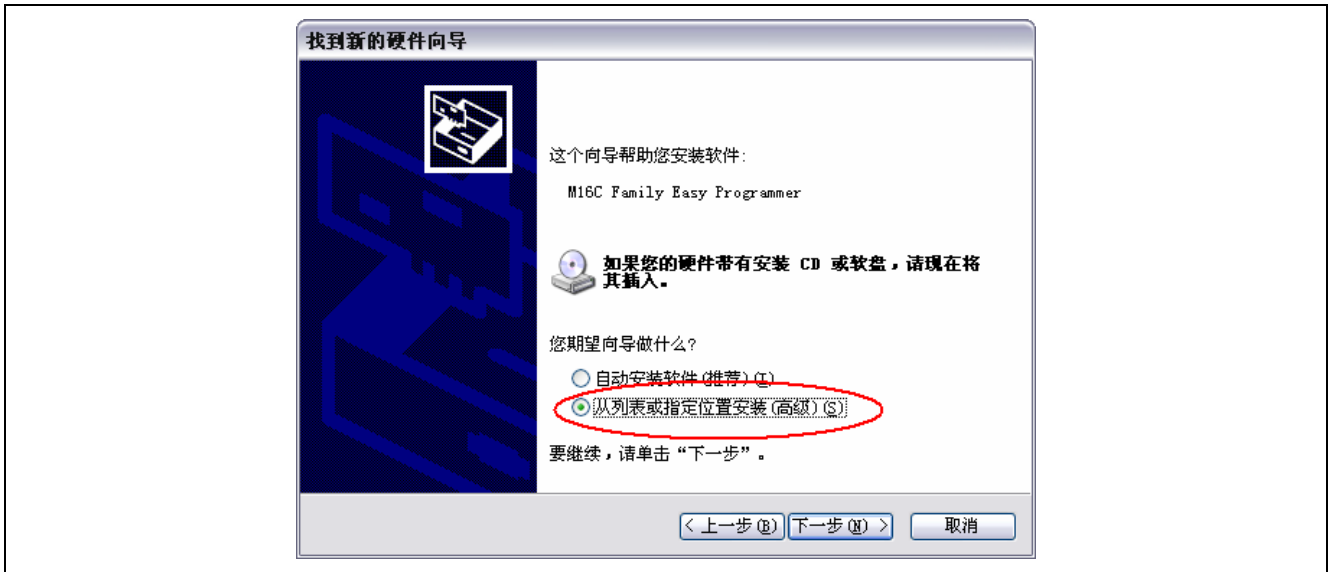

图 3.5 手动指定安装文件
(3) 如图 3.5 所示，选择“从列表或指定位置安装 (高级)(S)”，并单击“下一步”。